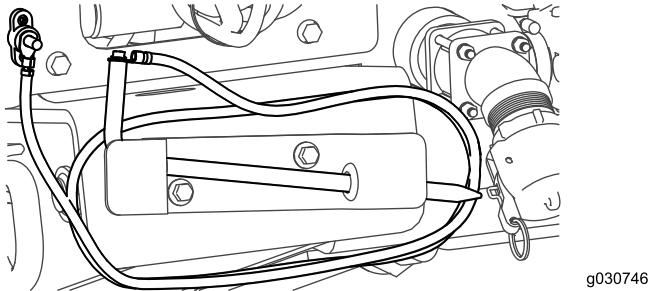

Figura 7
2. Coloque la estaca en el soporte y pase el cable negativo de la batería alrededor del soporte, como se muestra en la Figura 7.